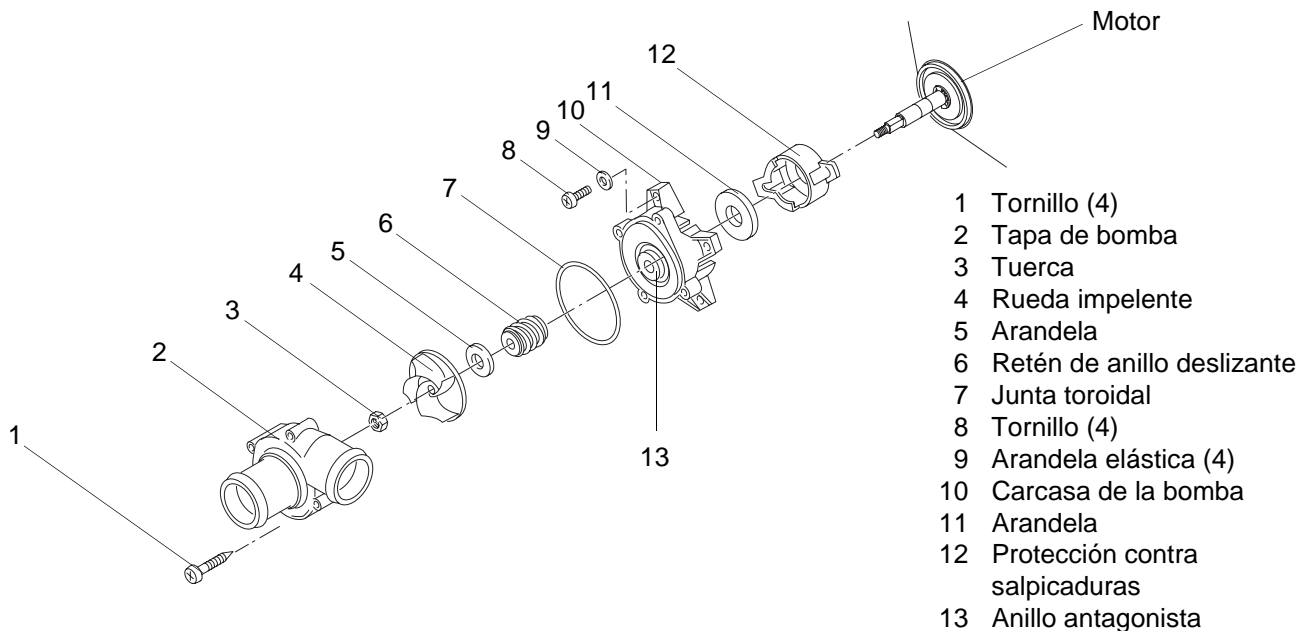

Fig. 2 Despiece
- 1. Desatornille los tornillos (1, fig. 2) de la tapa de la bomba (2).
- 2. Desmonte la tapa de la bomba (2) y controle si presenta daños. Dado el caso, retírela definitivamente (pieza de recambio individual).